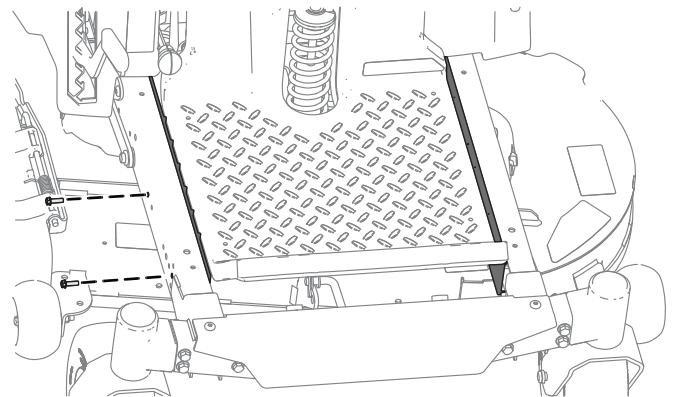

Рисунок 3
2. Снимите ограждения с обеих сторон рамы (**Рисунок 3**).